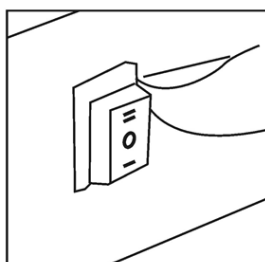

Figura 3
1. Gire el interruptor de encendido a la posición "I". El motor arrancará y la pantalla digital mostrará la temperatura ambiente (ver Figura 3).